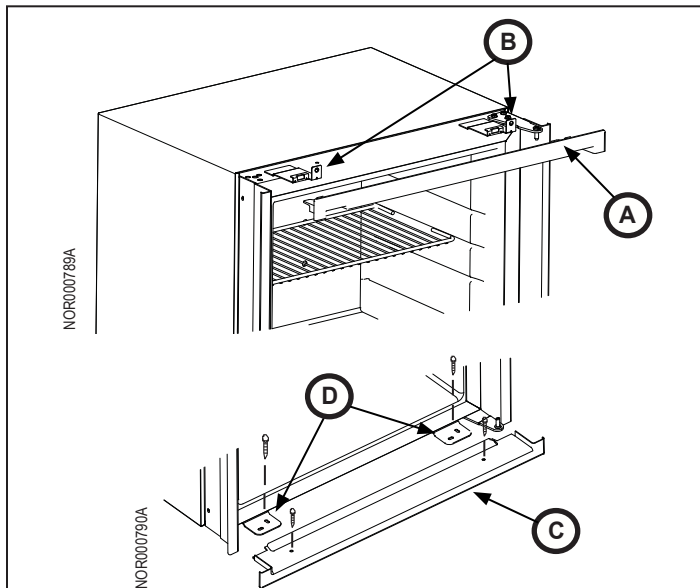

Fig. 5: Tornillos de montaje del refrigerador
2. Hale la guarnición superior (Fig. 5, A) para sacarla del frente del refrigerador. Póngala aparte.
3. Saque los tornillos (2x) de los soportes de montaje superiores (Fig. 5, B) del refrigerador. Póngalos aparte.
4. Saque los tornillos (2x) de la guarnición inferior (Fig. 5, C) en la parte frontal del refrigerador. Póngalos aparte.
5. Saque los tornillos (2x) de los soportes de montaje inferiores (Fig. 5, D) en la parte frontal del refrigerador. Póngalos aparte.